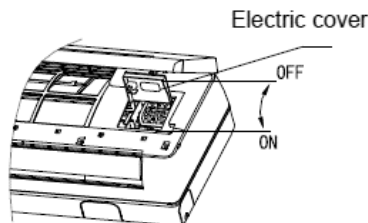

Fig. 13
- Lösen Sie die Schraube der Anschlussabdeckung (siehe Abbildung 13).